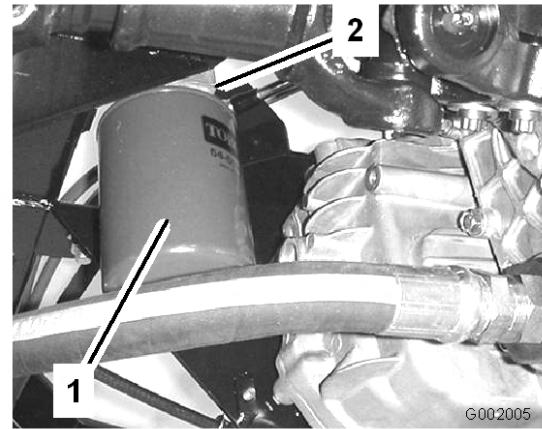

Figura 67
4. Togliete il filtro (Figura 67).